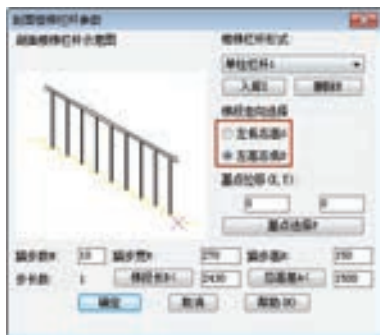

图 12-58 修改参数
5) 重复调用“CSLG”命令，在弹出的“剖面楼梯栏杆参数”对话框中修改参数，如图 12-58 所示。